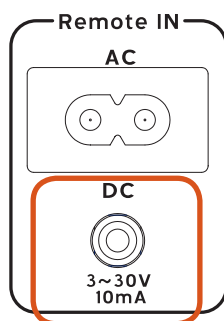

Figure 4a
- A. Branchez le câble de commande CC à distance (inclus) dans la prise étiquetée « DC IN » sur le panneau arrière de la console d'alimentation. (Fig. 4a)